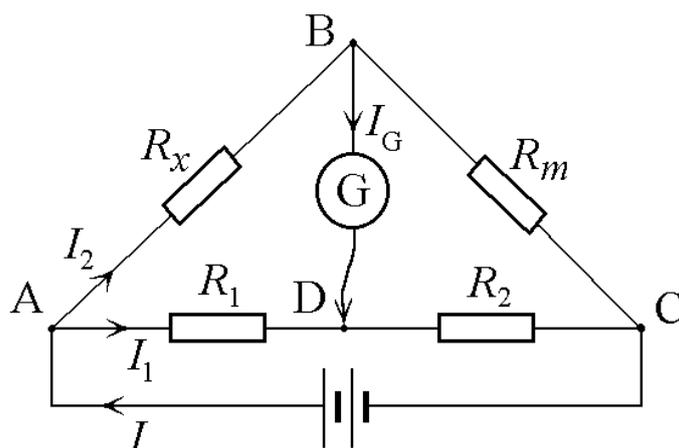

Рис. 2. Линейный мост Уитстона
В настоящей работе для измерения сопротивлений использован *линейный мост Уитстона*. Электрическая схема моста представлена на рис. 2. В мост включены: известное сопротивление  $R_m$ , неизвестное сопротивление  $R_x$ , реохорд или аналогичная система, имеющая однородный участок  $AC$  с постоянным по всей длине удельным сопротивлением.
1. Соберите схему, изображенную на рис. 2. В качестве неизвестного сопротивления  $R_x$  выберите произвольную струну из таблицы 1 (по указанию преподавателя). Резисторы с известным сопротивлением  $R_m$  в количестве 3-4 подбираются произвольно (предпочтительно использовать резисторы с сопротивлениями 1 Ом, 2 Ом, 5 Ом и 10 Ом).